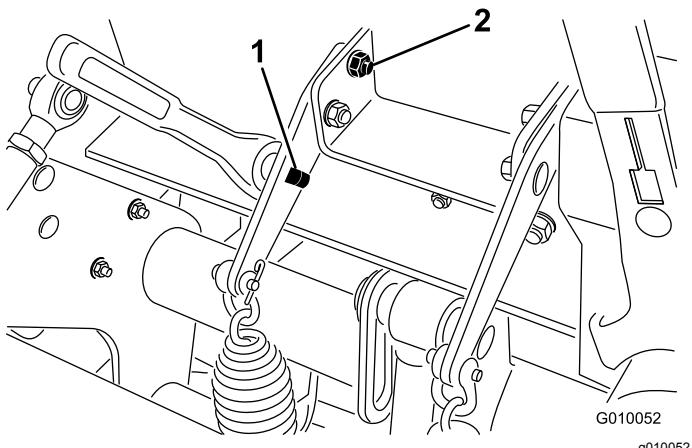

Figura 38
- Introduzca una llave de carraca de  $\frac{1}{2}$  pulgada en el taladro cuadrado del soporte del muelle (Figura 38).